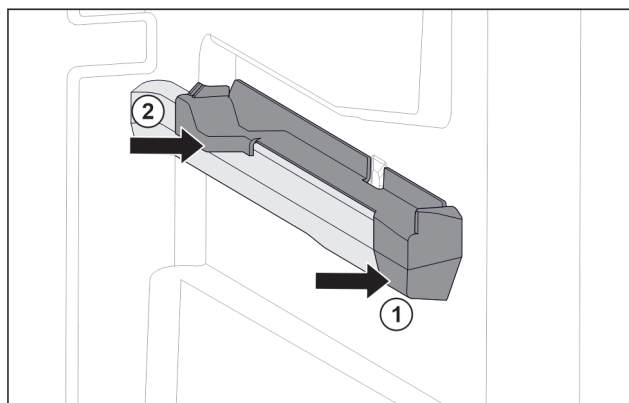

Fig. 119 Natični dio na desnom žlijebu spremnika
- ▶ Postavite natični dio sprijeda na žlijeb spremnika. Fig. 119 (1)
- ▶ Pritisnite natični dio straga. Fig. 119 (2)